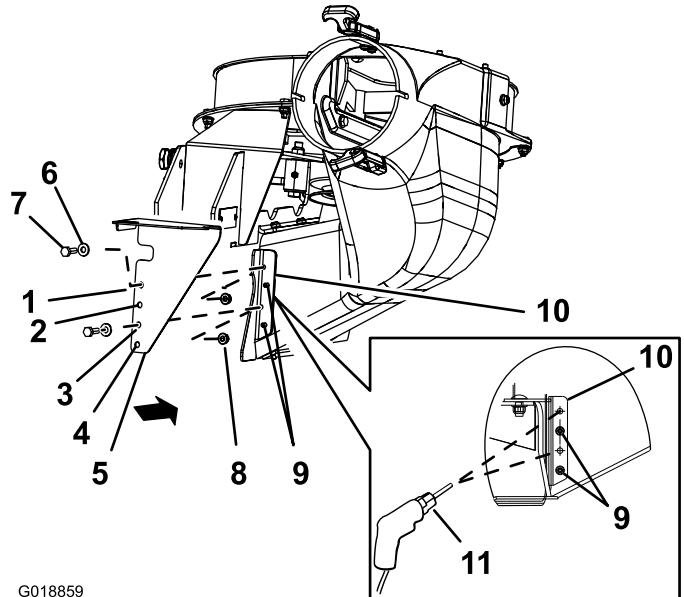

Figura 11
- Allineate la protezione inferiore alla staffa della guida di scarico del soffiatore come mostrato nella Figura 11.
- Allineate il foro 2 e il foro 4 della protezione inferiore alle code dei rivetti che sporgono dalla staffa del condotto del soffiatore (Figura 11).
- Segnate il profilo del foro 1 e del foro 3 della protezione inferiore sulla staffa del condotto del soffiatore e rimuovete la protezione (Figura 11).
- Praticate fori da 7 mm sulla staffa del condotto del soffiatore sui 2 segni punzonati al centro (Figura 11).
- Allineate la protezione inferiore alla staffa del condotto del soffiatore (Figura 11).
- Fissate la protezione inferiore al soffiatore con 2 bulloni a testa esagonale (1/4 x 3/4 poll.), 2 rondelle e 2 dadi di bloccaggio (1/4 poll.) attraverso il foro 1 e il foro 4 della protezione (Figura 11).